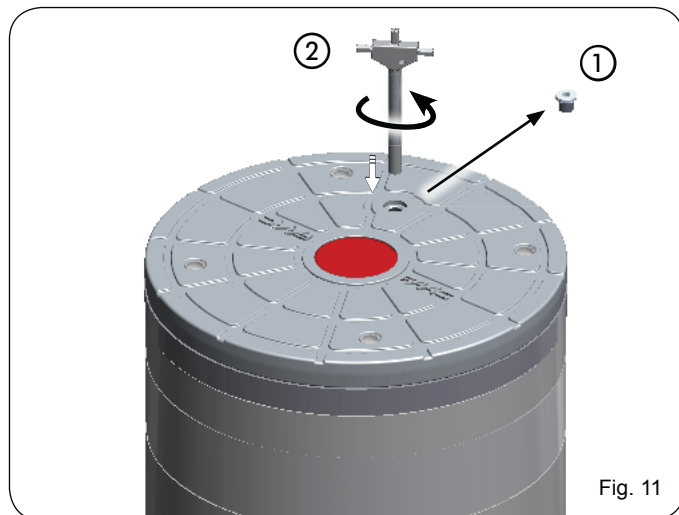

Fig. 11
1. Desaparafusar o parafuso de fechamento que encontra-se na parte superior do dissuasor (Fig. 11, referência ①).
3. Girar em sentido anti-horário para provocar o abaixamento do dissuasor (Fig. 11, referência ②).